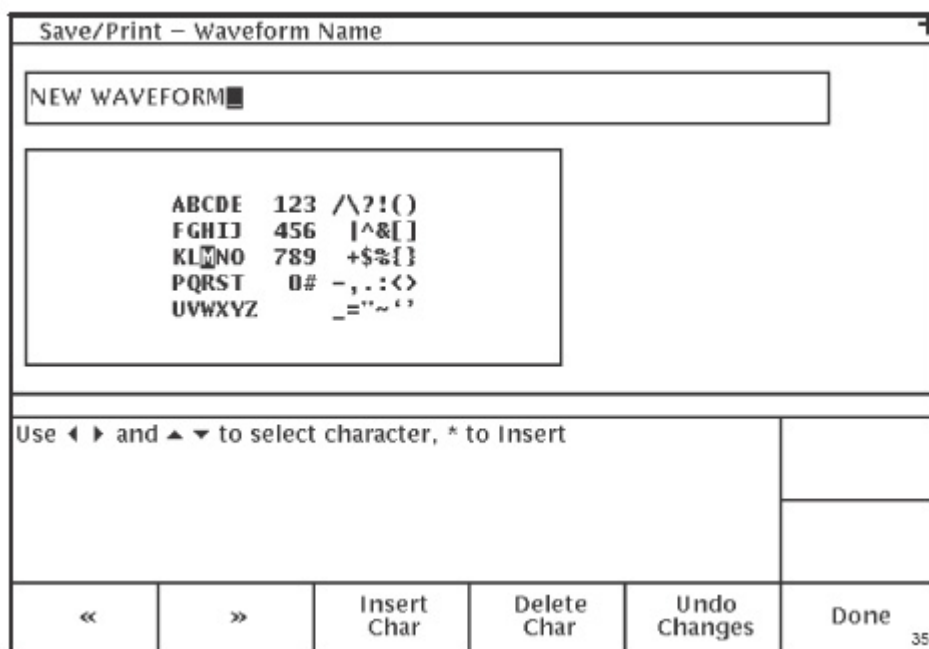

Рис. 5-2. Экран "Save/Print - Waveform Name".
2. Нажмите многофункциональную клавишу **Save** (сохранить) для получения доступа к экрану "Save/Print - Waveform Name" (Сохранение/распечатка - Название рефлектограммы) (рис. 5-2).